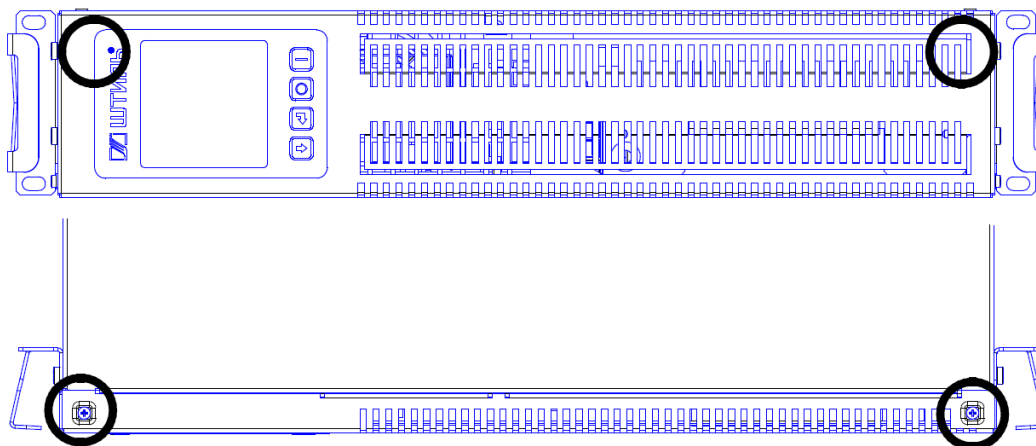

Рисунок 3 – Вид ИБП спереди и сверху
- 4) Отвернуть два винта на фронтальной панели ИБП (см. рисунок 3).